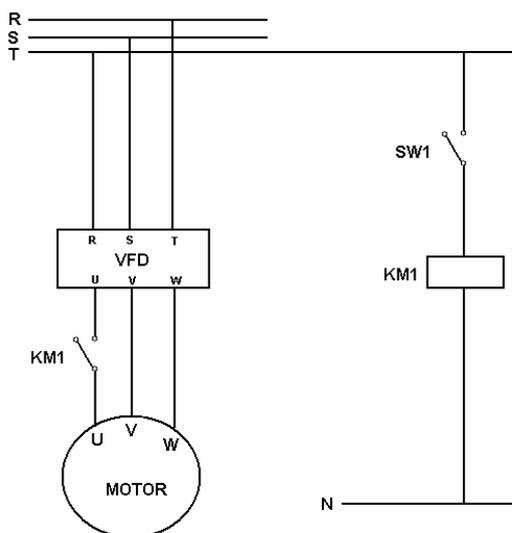

Figura. 6.15. Circuito de conexión del VFD y Motor para pérdida de fase de salida
2. Conectar el siguiente circuito que se muestra en la figura 6.15: